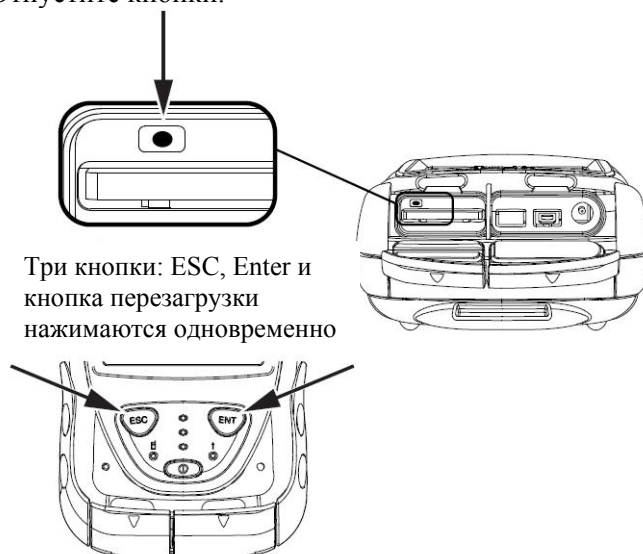

Рис. 8-1. Загрузка операционной системы
3. Когда GRS-1 находится в выключенном состоянии, одновременно нажмите и удерживайте в нажатом положении в течение не менее двух секунд следующие три кнопки: ENT, ESC и кнопку перезагрузки программного обеспечения (рис. 8-1).